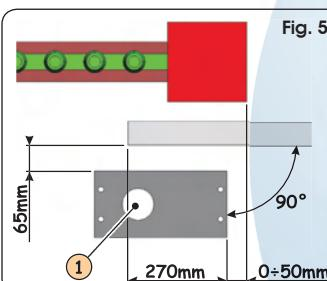
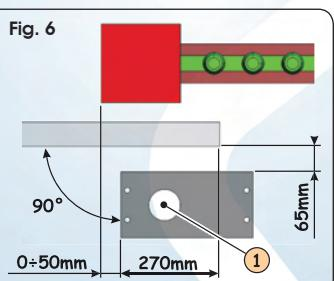

Fig. 5
Fig. 6
2. Positionner la plaque de fondation d'après la Fig. 5 (fermeture à droite) ou la Fig. 6 (fermeture à gauche) pour garantir un engrènement correct entre le pignon et la crémaillère.
👉 Les opérations décrites ci-après concernent une installation avec la fermeture à gauche (voir Fig. 6). Dans le cas d'une installation avec la fermeture à droite (voir Fig. 5), inverser les deux aimants sur la crémaillère..